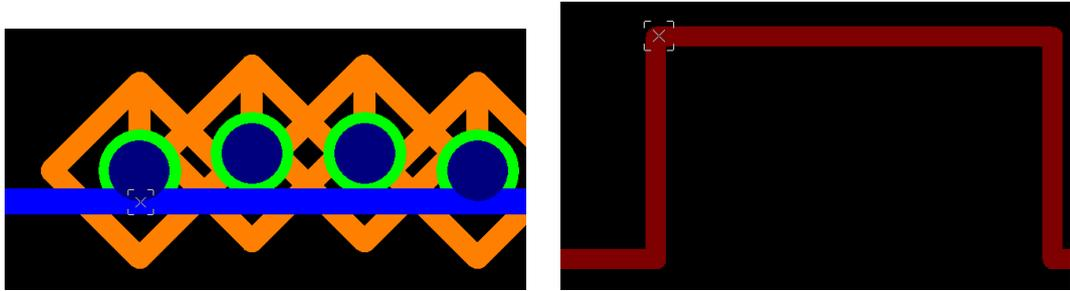

图 5-5
如图 5-5 中，以作图中光标位置的一点为移动时的基准点，将其与右图中目标位置的基准点重合。
- ② 方法二：在移动前，需选择待移动的各层和工艺边框结合部位的某一点为参考点，如图 5-5，选取左边光标位置和右边光标位置的点为参考点，移动后，保证将这两点位置重合。